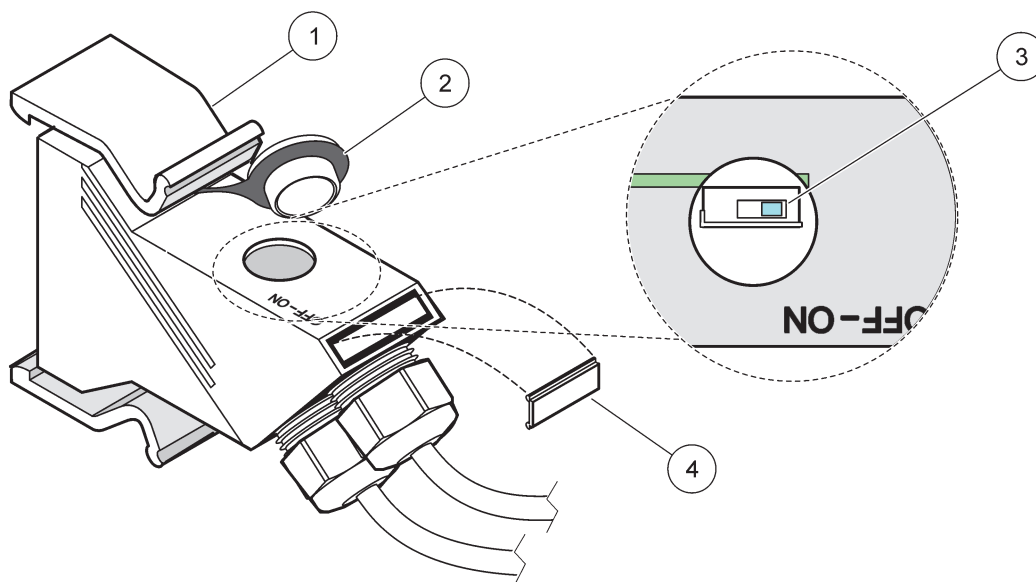

Figura 32 Ajuste de una resistencia límite (interruptor DIP en el conector)
14. Configure una resistencia límite en el último conector de red en la posición ON (vea la Figura 32 y Tabla 11).